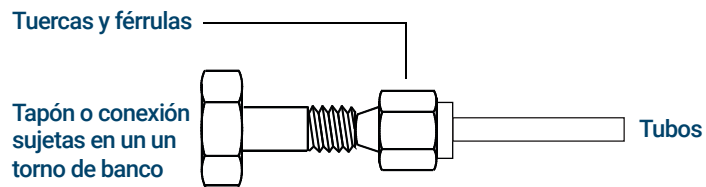

Figura 16. Monte la conexión
- 3 Introduzca la tubería en el tapón de acero inoxidable. Vea la **Figura 16**.